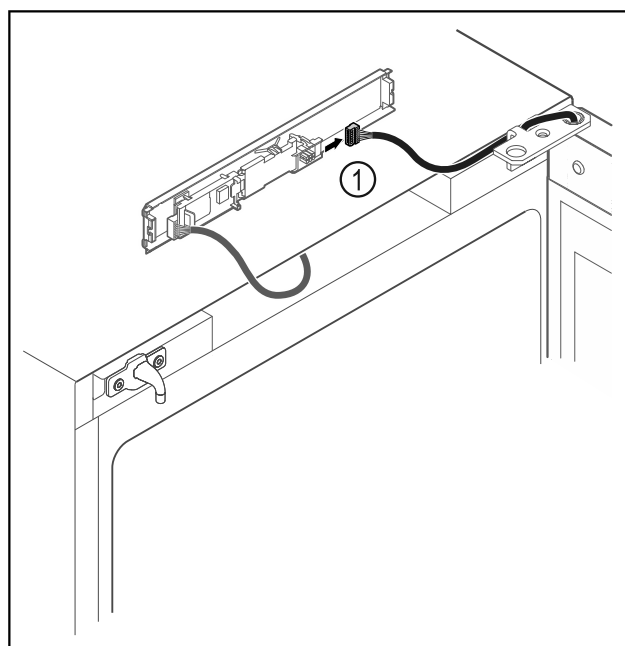

Fig. 18
- Irrota pistoke Fig. 18 (1) levystä.